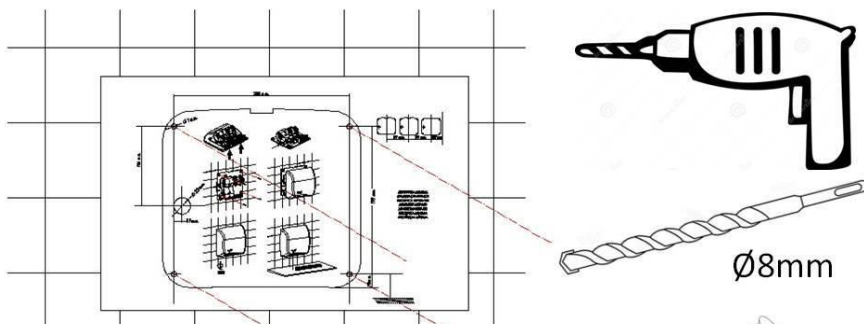

Fig. 6
1. Führen Sie 4 Bohrungen mit $\varnothing 8 \text{ mm}$ ($\varnothing 0.31''$) aus, unter Verwendung der mitgelieferten Montageschablone. Entfernen Sie den Bohrstaub aus den Bohrlöchern. Stecken Sie die 4 mitgelieferten Dübel in die Löcher, ohne Überstand (Siehe Abbildung 6).